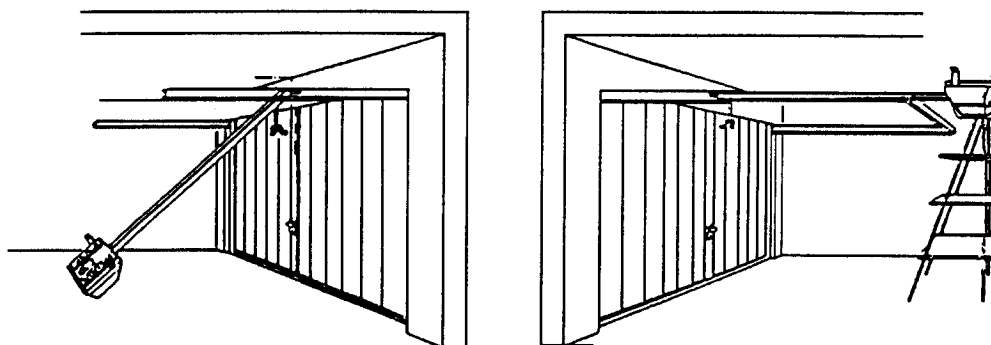

Fig. 3
- Bevestig nu de motor met behulp van de bevestigingshaken (zie fig. 3)